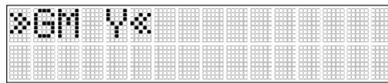

Abb. 18: Untermenü „GradeMatch“
- 6.) Drücken Sie kurz die E-Taste (j), um ins Untermenü zu wechseln. Bestätigen Sie dann durch erneutes Drücken der E-Taste (j) die Y-Achse und starten Sie die GradeMatch-Funktion (vgl. Abb. 18).